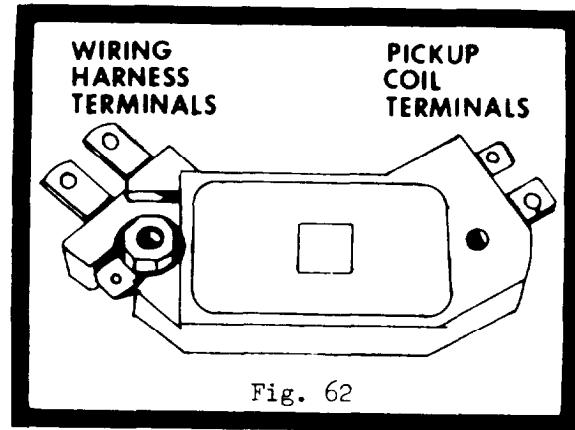

Fig. 62
4. Electronic Module - Fig. 62.